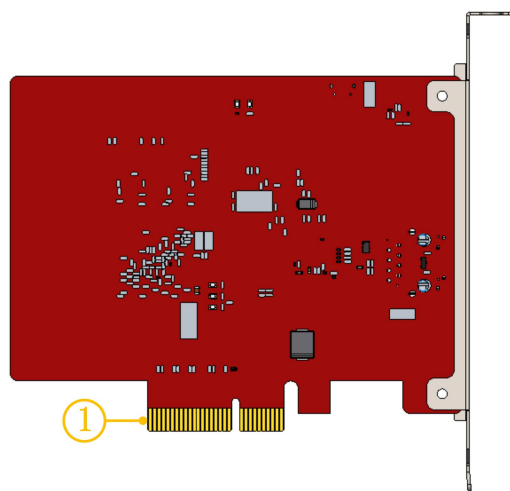

图 7 金手指接口图
BMC228X 主站卡 PCIE 物理接口为 X4（图 7 中①），可用于 X4，X8，X16 接口，BMC228X 主站卡 PCI Express 协议标准为 V2.0（Gen2），对主板的要求如下表。